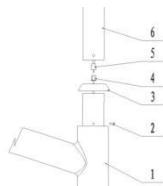

Рисунок 1
- a) Соберите стойку светильника (рисунок 1): выкрутите болт M4 (2), протяните электрический провод из рычага светильника к стойке (5), соедините контакты 5 и 4. Вставьте стойку. Закрутите винт M4 (2).